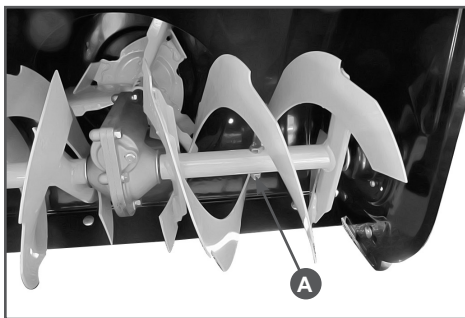

Рис.9 Замена срезного пальца шнека (А)
- Совместите отверстие в шнеке с отверстием в вале шнека. Вставьте новый срезной палец и закрутите гайку или (в зависимости от конструкции) установите шплинт Рис. 9.